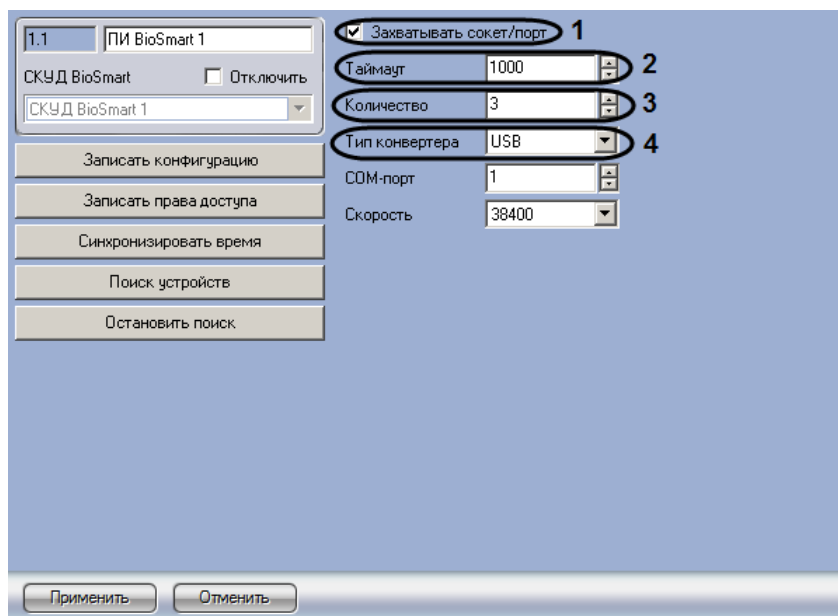

Рис. 3.3—2 Настройка подключения контроллеров BioSmart
2. В случае, если необходимо запрещать другим устройствам использовать сокет или порт, используемый *СКУД BioSmart* (в зависимости от типа подключения), установить флажок **Захватывать сокет/порт** (см. Рис. 3.3—2, 1). В случае, если данный флажок не установлен, другие устройства будут иметь возможность пользоваться данным сокетом/портом.
3. Ввести период времени в миллисекундах, в течение которого сервер будет ожидать отклика от устройства, в поле **Таймаут** (см. Рис. 3.3—2, 2).